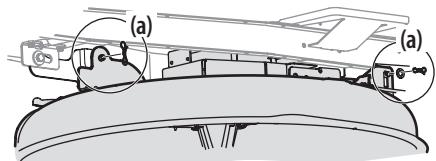

Figure 30
5. Enlevez les goupilles papillon (a) qui maintiennent le plateau de coupe sur l'appareil, comme à la Figure 30.